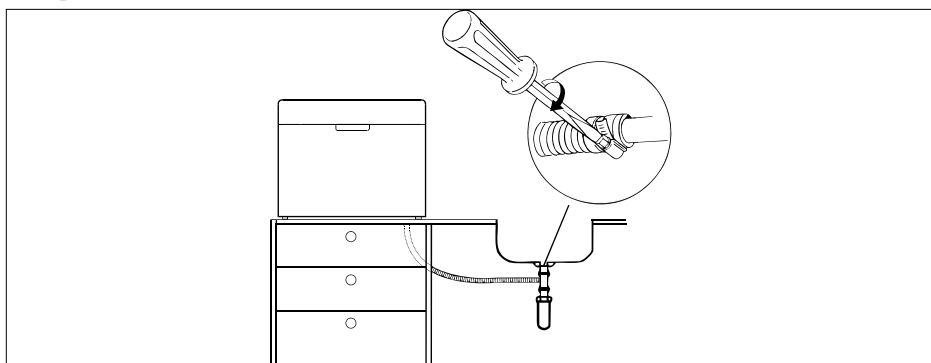

Abb. 7
- ▶ Fixieren Sie das Schlauchende, so dass der Schlauch nicht abrutschen kann (siehe **Abb. 7**).